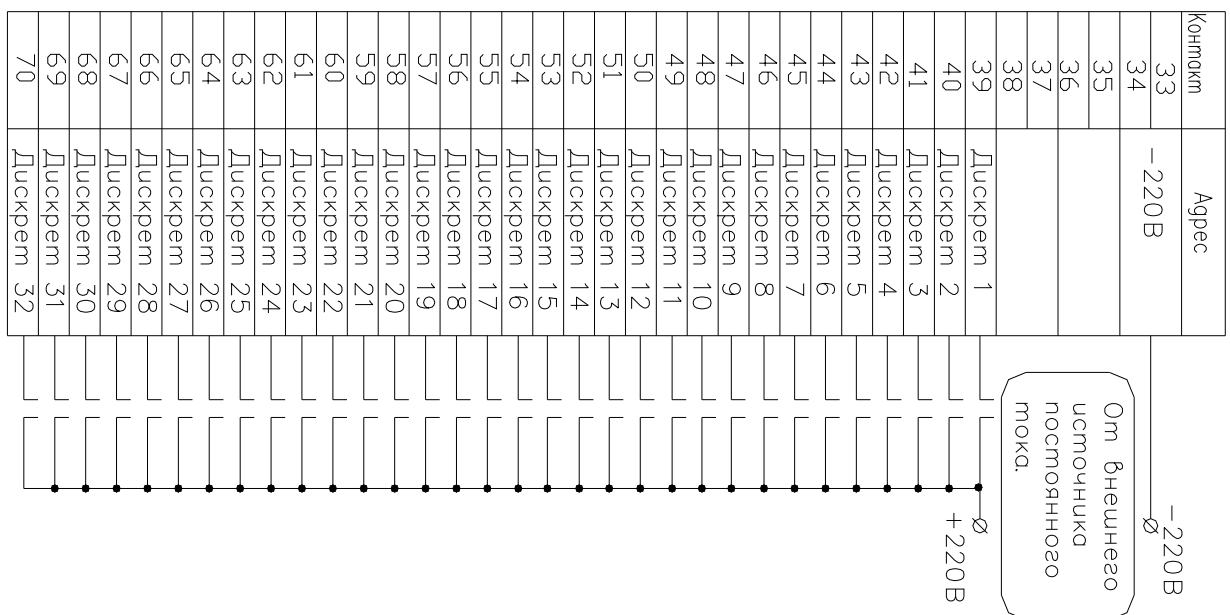

Рисунок 20
5.4.4.12 Общий контакт дискретных входов для блоков ПУ16/32МЗ контакты 33 и 34 необходимо подключить к отрицательному потенциалу того же источника постоянного тока, рисунок 20.